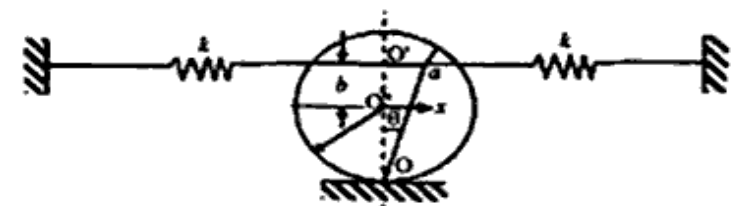

Figure 1
- Find the natural frequency of the system shown in Fig. 1. Fig. 1 में दिखाए गए सिस्टम की प्राकृतिक आवृत्ति का पता लगाएं।